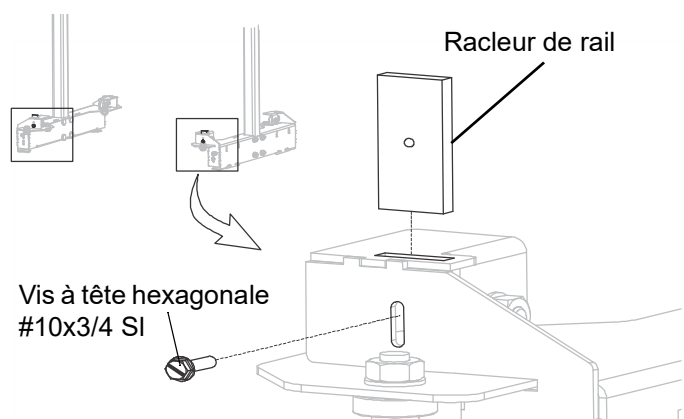

FIG. 3-14
1. Installez les racleurs de sciure sur les côtés frontaux des **deux** chariots. Assurez-vous que les racleurs sont bien au contact des rails. (Voir FIG. 3-14 .)